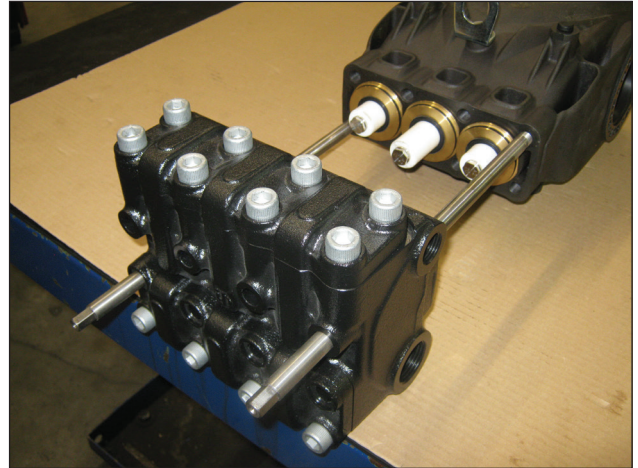

Fig. 28
- B) Lubrifier les composants ②③⑤ avec de la graisse à base de silicone Type OCILIS réf. 12001600 ; cette opération est jugée nécessaire pour faciliter le tassement de la lèvre des joints sur le piston.
1. Utiliser deux vis - goupille de service (réf. 27508200) fixées au carter comme le montre la (Fig. 28) pour positionner la tête complète en s'assurant qu'elle est insérée seulement sur le piston central.